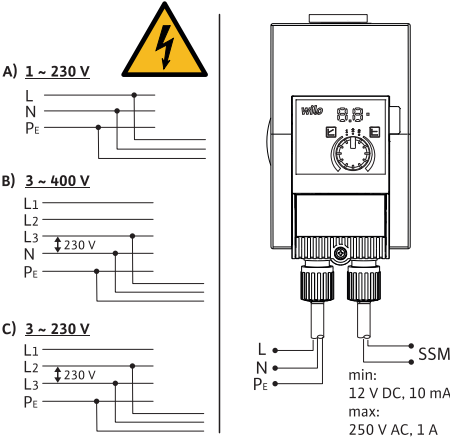

Fig. 3: Bağlantı seçenekleri
- 230 V düşük gerilim şebekelerine bağlayın. IT şebekelerine bağladığınızda (İsolé Terre şebeke türü) dış iletkenler arasındaki (L1–L2, L2–L3, L3–L1 → Fig. 3) gerilimin 230 V'yi aşmamasına mutlaka dikkat edin. Hata durumunda (toprak kaçışı) faz ve PE arasındaki gerilim, 230 V'yi aşmamalıdır.